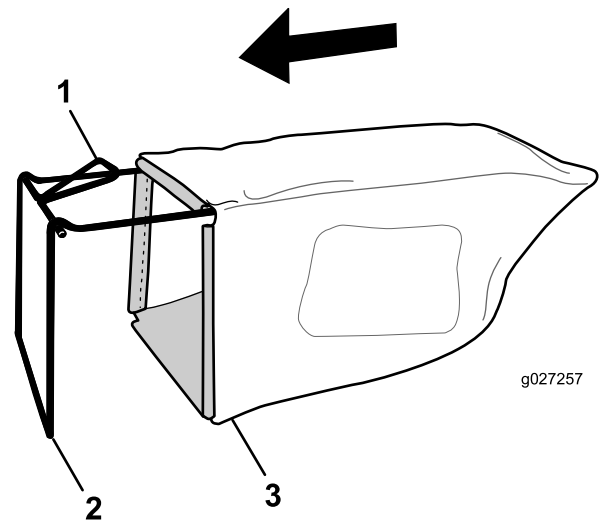

Figure 5
1. Glissez le bac sur l'armature, comme montré à la Figure 5.
Remarque: Ne passez pas le bac par dessus la poignée (Figure 5).
La machine ne peut fonctionner que si la clé est complètement enfoncée dans la prise (Figure 5). Pour éviter tout démarrage accidentel ou utilisation non autorisée de la machine, enlevez toujours la clé de la prise avant de laisser la machine sans surveillance. Rangez la clé hors de portée des enfants.